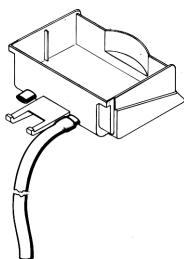

Bild 1
- 7** Die Tropfschale ist mit zwei Abflußöffnungen versehen, die mit Membranen verschlossen sind. Soll das Wasser ständig aus der Tropfschale abfließen, die Membran einer der beiden Abflußöffnungen durchstoßen (z.Bsp. mit einem Schraubenzieher) und einen Abflußschlauch anschließen (Bild 1).